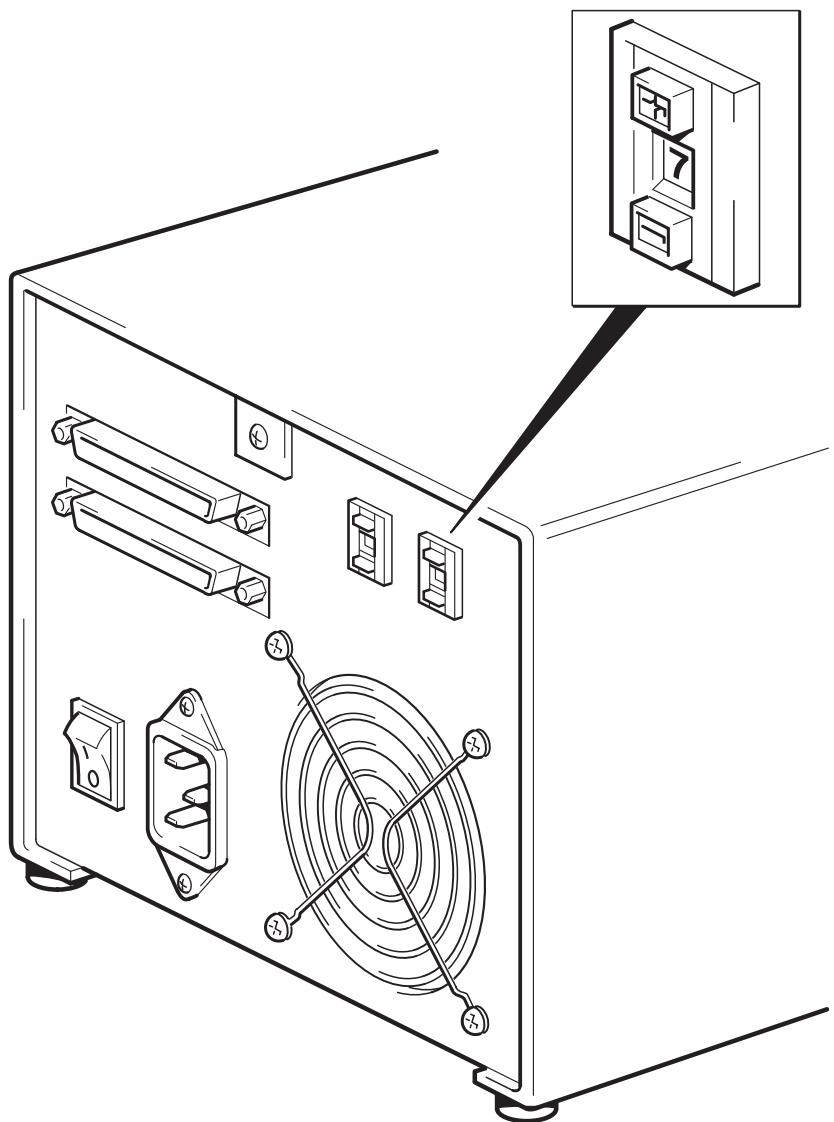

Figure 4 : vérification de la valeur de l'interrupteur d'option
- 1** Vérifiez que l'interrupteur d'option du chargeur automatique (interrupteur de droite sur la figure 4) est réglé sur la valeur adéquate, comme le montre le tableau ci-dessus. Changez uniquement la valeur de l'interrupteur à 5 pour les stations de travail Sun équipées de Solaris v. 2.6 ou antérieure.
- 2** Si l'interrupteur d'option n'est pas réglé comme il convient pour votre système, modifiez les réglages par défaut des interrupteurs situés à l'arrière du lecteur, comme le montre la figure 4.